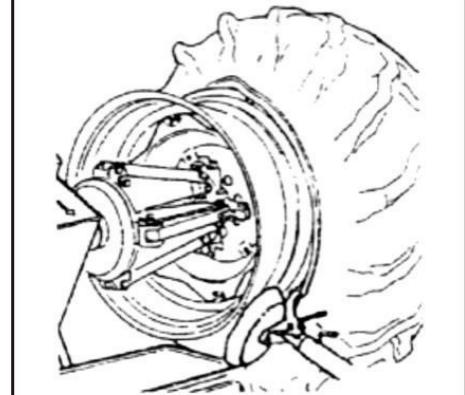

Fig 19
11) A partir de la position de la roue, vérifiez visuellement si la position est correcte. Si elle est incorrecte, vous devez l'ajuster. Tournez ensuite la pince hydraulique dans le sens inverse des aiguilles d'une montre jusqu'à ce que la pince soit dans sa position la plus basse et que l'intérieur du pneu soit monté. Retirez la pince **Fig 19**. Retirez l'outil du pneu.